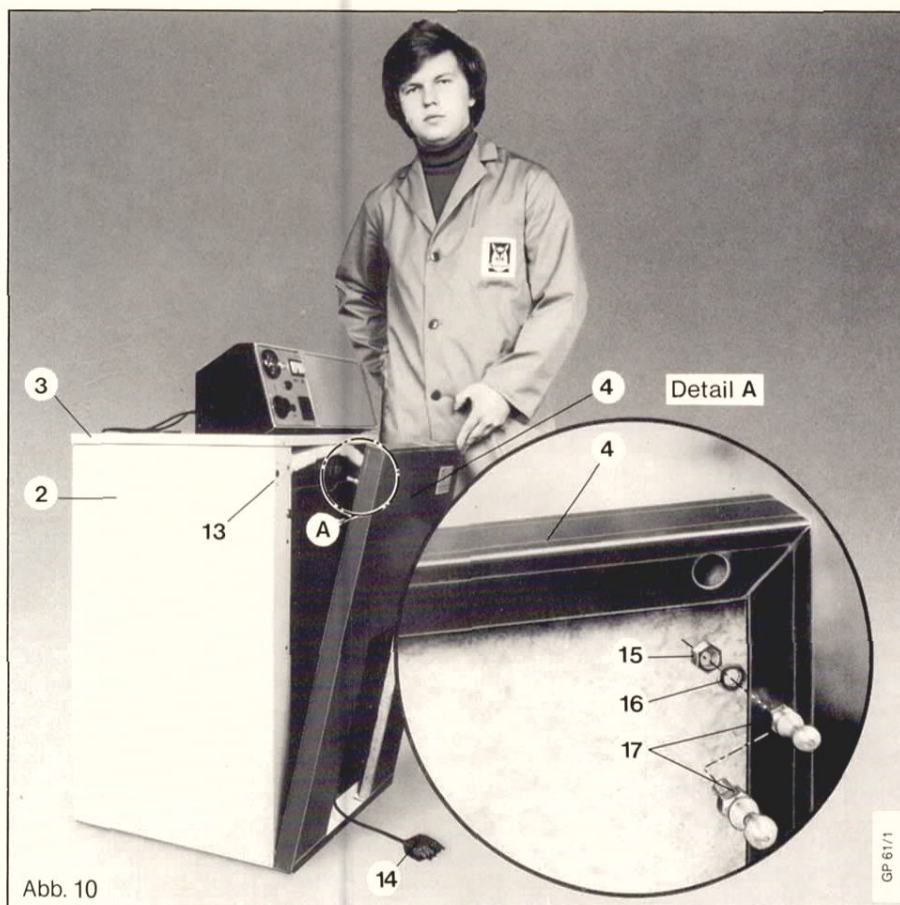

Abb. 10
Vorderes Verkleidungsblech (4), die Formschrauben (17) (siehe Detail A Abb. 10) mit Muttern (15) und U-Scheibe (16) in den Bohrungen befestigen.
Vorderes Verkleidungsblech (12), die Formschrauben mit Muttern u. U-Scheiben in den Bohrungen befestigen. (Siehe Abb. 10, Seite 7). Verkleidungsblech (12) in die U-Profilstrebe (11) einsetzen u. die Formschrauben in die entspr. Haltefedern an den Frontpaneelen (7 u. 10) einrasten. In die Frontpaneele (7 u. 10) knapp über dem Kesselschaltpult je eine Stiftschraube mit ca. 10 mm langem, glattem Schaft einsetzen u. mit Muttern befestigen. Vorderes Verkleidungsblech (8) unter das obere Verkleidungsblech (6) schieben u. absenken, bis das Verkleidungsblech auf den Stiftschrauben einrastet.